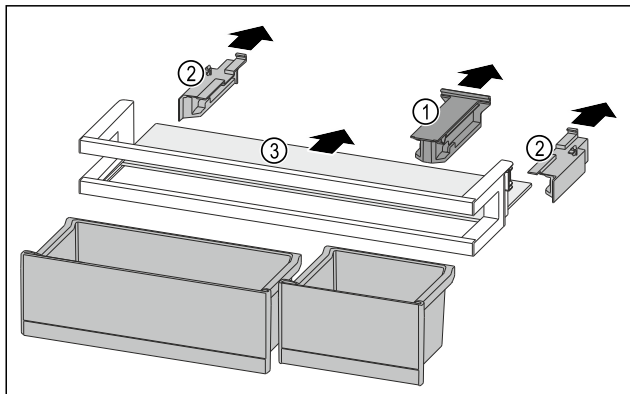

Fig. 146
- Snemite držalni del Fig. 146 (1).
- Snemite stranski del Fig. 146 (2).
- Odstranite polico za odlaganje Fig. 146 (3).